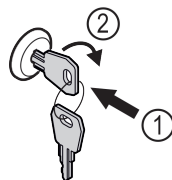

Fig. 160 Ενδεικτική απεικόνιση
- ▶ Πιέστε μέσα το κλειδί Fig. 160 (1).
- ▶ Περιστρέψτε το κλειδί 90° δεξιόστροφα Fig. 160 (2).